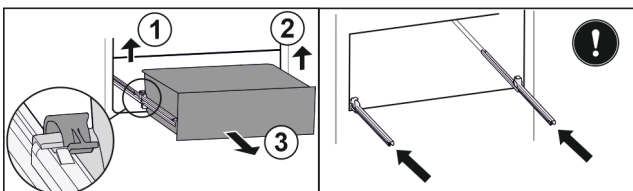

Fig. 110
- ▶ Повдигнете лявата скоба и едновременно с това изтеглете напред чекмеджето отляво. Fig. 110 (1)
- ▶ Повдигнете дясната скоба и едновременно с това изтеглете напред чекмеджето отдясно. Fig. 110 (2)
- ▶ Извадете чекмеджето напред. Fig. 110 (3)